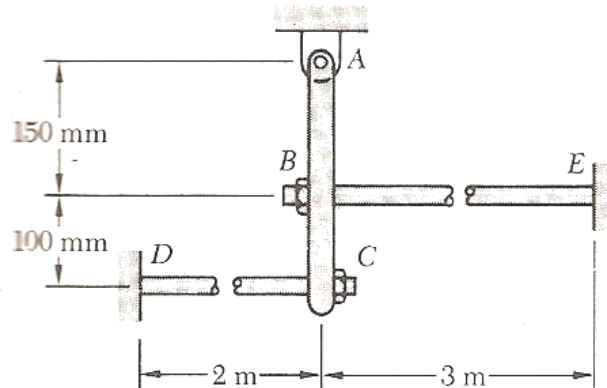

Figura 2.33
2.5.7 Na Figura 2.33 os parafusos de aço BE e CD ($E=200$ GPa), com 16 mm de diâmetro, são roscados nas extremidades com rosca de 2,5 mm de passo. Após ser perfeitamente ajustada, a rosca em C é apertada uma volta, determine a tensão no parafuso CD e o deslocamento do ponto C da barra rígida ABC.